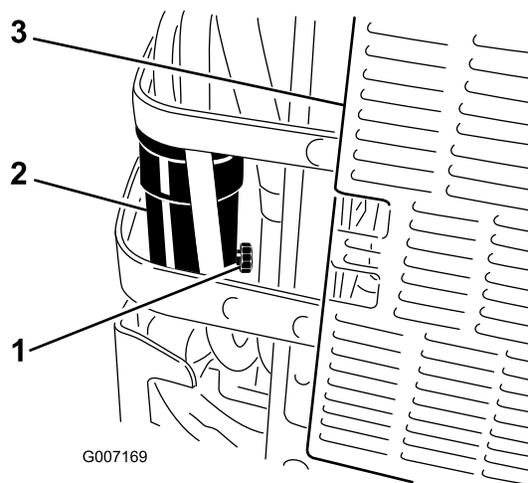

Figure 70
5. Desserrez le robinet de vidange du séparateur d'eau d'un tour environ pour vidanger l'eau et autres contaminants (Figure 70).
6. Fermez le robinet de vidange lorsque seul du gazole s'écoule (Figure 70).